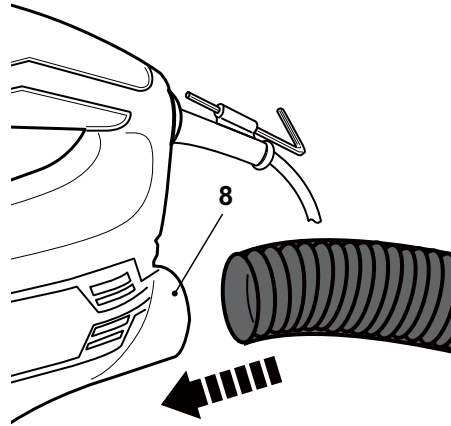

Fig. 3
Conecte a la salida de extracción de polvo (8) un equipo de extracción de polvo adecuado, p. ej. un aspirador apropiado (Fig. 3).